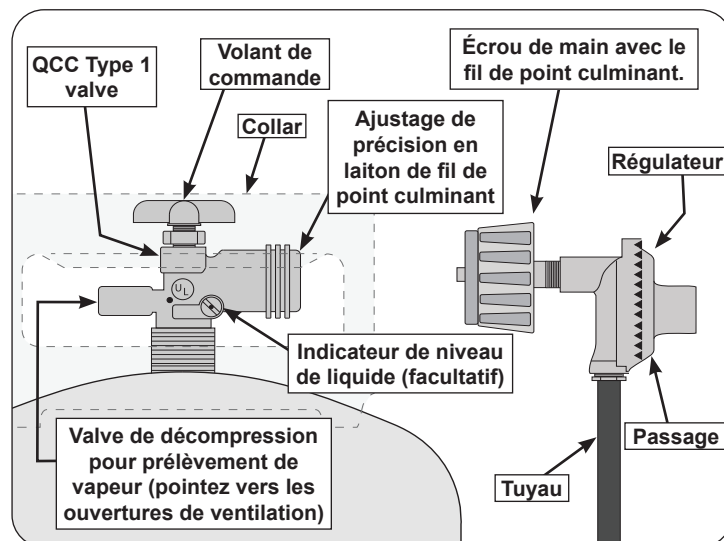

Fig. 8-1 Type coupleur de fil de point culminant d'I
- d. La bouteille utilisée doit comporter un collier pour protéger le robinet de la bouteille. Le système d'alimentation de la bouteille doit être conçu pour le retrait de la vapeur. Voir Fig. 8-1.
- e. Lorsqu'il est utilisé avec une bouteille, le système d'alimentation en gaz doit être utilisé avec un régulateur de pression. Le montage du régulateur de pression et le flexible (Fig. 8-1) fourni avec cet appareil au gaz en plein air (**modèles au propane seulement**) doit être utilisé. Les régulateurs de pression d'origine et de remplacement et les ensembles de tuyaux doivent être ceux spécifiés par le fabricant pour la connexion avec un dispositif de connexion de bouteille identifié comme Type I par l'ANSI Z 21.58/CGA 1.6 et doivent être conformes à UL 144 en tant que partie du gaz propane autonome système d'alimentation (voir la liste des pièces pour les informations de commande).
Pour déconnecter: tournez l'écrou à main dans le sens antihoraire jusqu'à ce qu'il soit détaché (Fig. 8-1)